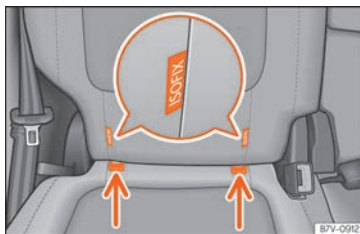

Fig. 39 Versione 2: identificazione dei punti di ancoraggio per il seggiolino sul sedile del veicolo.
- Incastrare il sedile per bambini sugli anelli di fissaggio »» » **fig. 39**, nel senso della freccia. Il seggiolino deve incastrarsi in modo sicuro e udibile.
- Collocare il seggiolino sulla seduta e agganciare i ganci delle cinture di fissaggio negli anelli di fissaggio »» **fig. 39**.